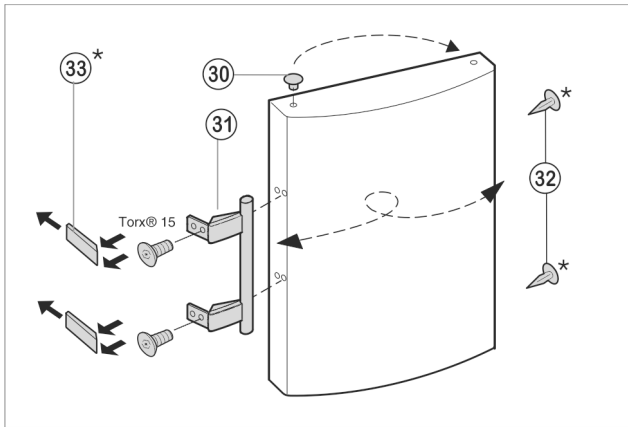

Fig. 8
- ▶ Retirer le tampon Fig. 8 (30) de la bague du palier de la porte vers le bas et le déplacer.
- ▶ Démontez la poignée de la porte Fig. 8 (31), le tampon Fig. 8 (32) et les plaques de pression Fig. 8 (33) et les déplacer du côté opposé.